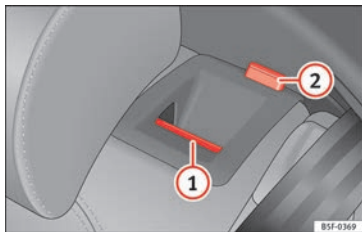

Fig. 155 En el respaldo del asiento trasero: tecla de desbloqueo (1); marca roja (2).
- Tire de la tecla de desbloqueo » fig. 155 (1) hacia delante y, al mismo tiempo, abata el respaldo.
- El respaldo trasero está desbloqueado cuando se ve una marca roja en la tecla (2).
El respaldo trasero está desbloqueado cuando se ve una marca roja en la tecla » fig. 155 (2).